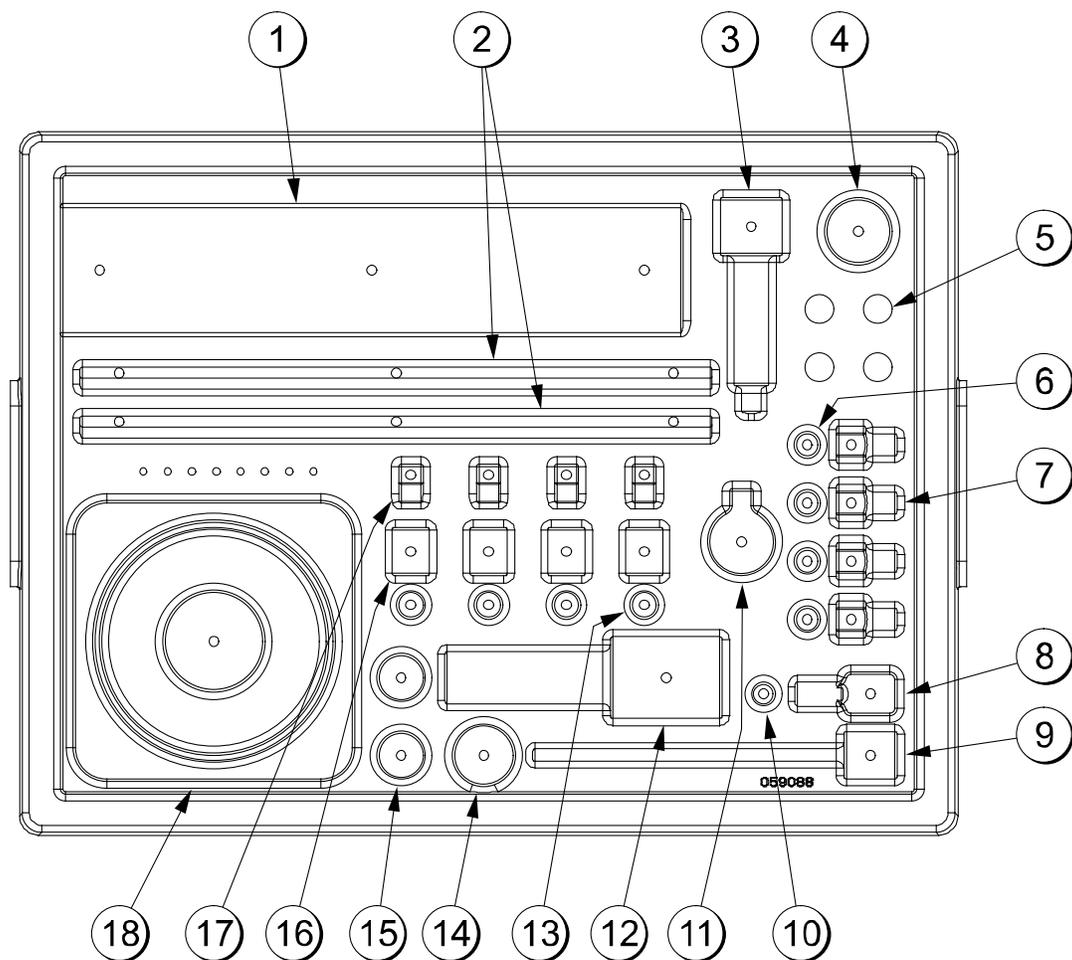

Figure 16
**Plateau - pièces - côté shake 059088 (Cf. Figure 16)**